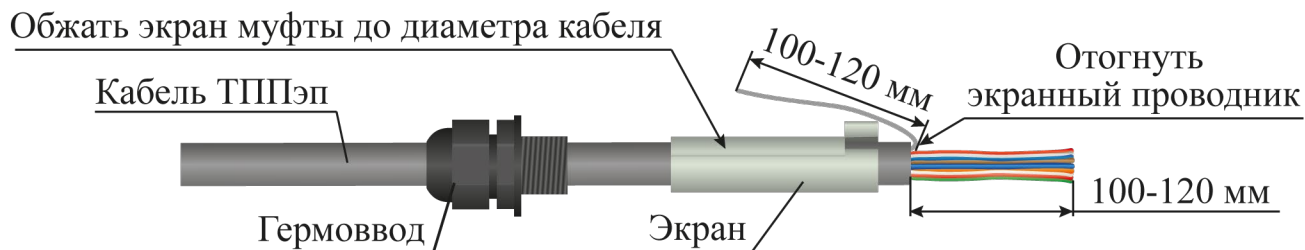

Рисунок 4.24
- надеть на оболочку кабеля ТППЭп в следующей последовательности: гермоввод, экран устройства оконечного (рисунок 4.24);
- обжать экран устройства оконечного до диаметра кабеля ТППЭп с помощью плоскогубцев (рисунок 4.24);
- снять оболочку со свободного конца кабеля ТППЭп длиной 100 - 120 мм (рисунок 4.24);
- экранный проводник отвести в сторону (рисунок 4.24);